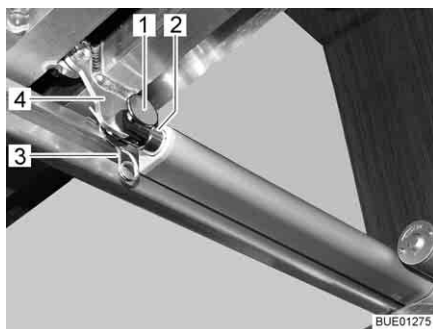

Bild 112 Drivning
- Lossa förbindelsen (t. ex. stift och fjäderkontakt (Bild 112,1 och 3)) mellan skjutstängens (Bild 112,2) och ribbotten (Bild 112,4).